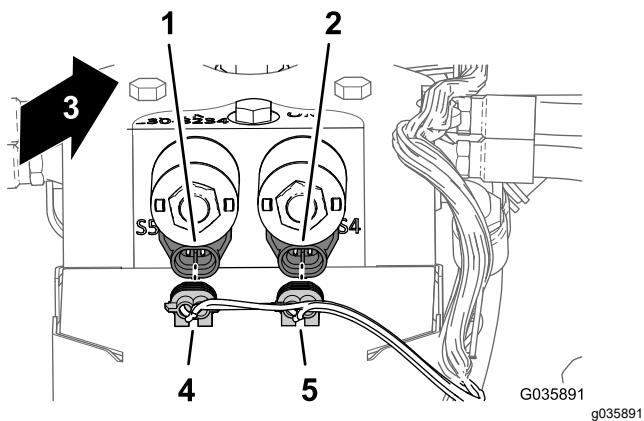

Figura 14
2. En la parte trasera del distribuidor del cilindro de elevación, conecte los 2 conectores eléctricos del arnés de cables para el brazo Sonic Boom a los solenoides para controlar la activación del brazo, tal y como se muestra en la Figura 14.